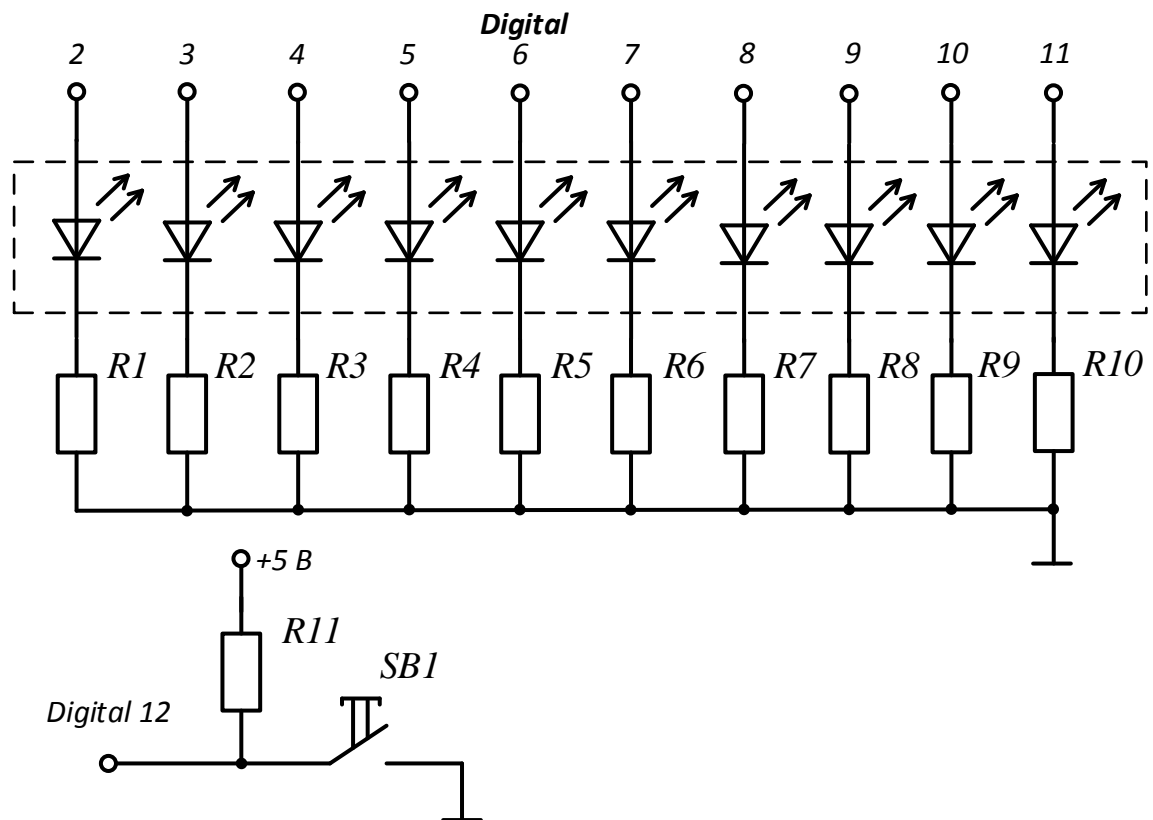

Рисунок 8.4 — Схема десяткового лічильника
2. Зібрати на макетній платі схему згідно з рис. 8.4 та продемонструвати зібрану схему викладачу.